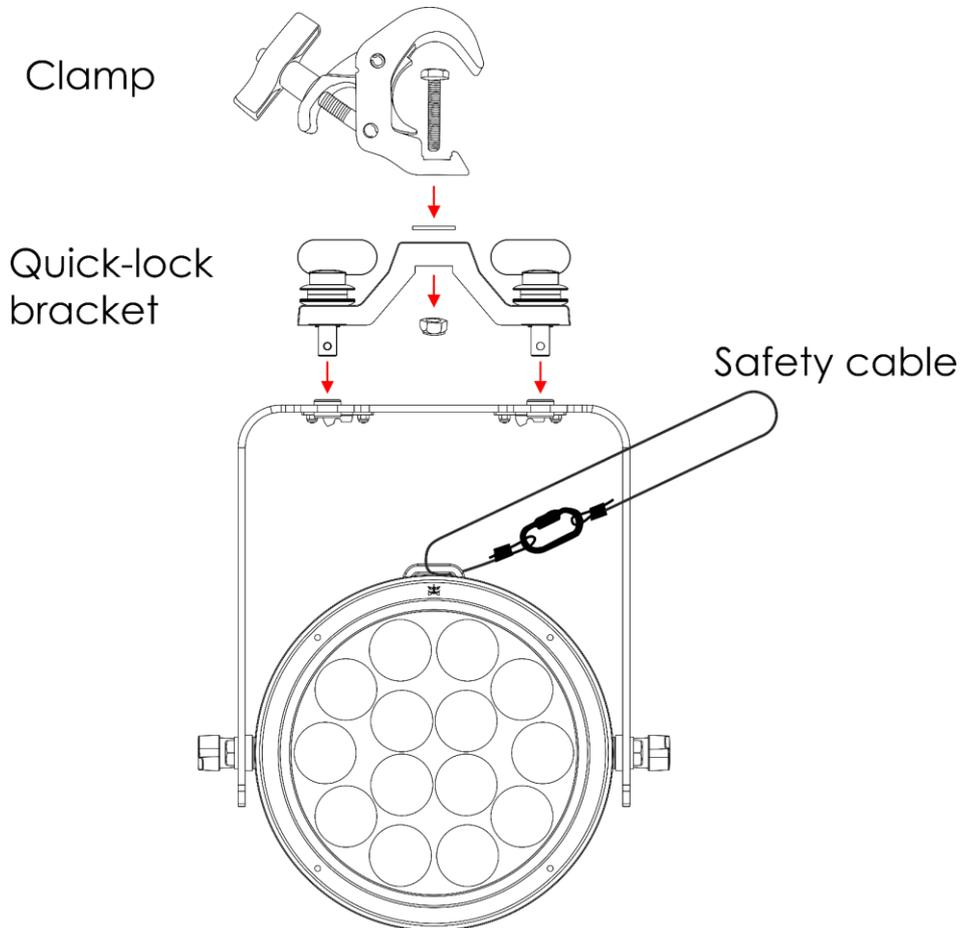

Abb. 05
- 01) Befestigen Sie die Quick-Lock-Halterung (Abb. 05).
- 02) Bringen Sie die Halbkupplung wie in Abb. 05 an. Verwenden Sie nur Halbkupplungen, die dazu geeignet sind, das Gerät an einer Traverse zu befestigen.
- 04) Sichern Sie das Gerät mit einer Sekundäraufhängung, z. B. einem Sicherheitskabel. Stellen Sie sicher, dass die Sekundäraufhängung das 10-fache Gewicht des Geräts tragen kann. Wenn möglich, sollte die Sekundäraufhängung unabhängig von der Primärhalterung an der Tragstruktur befestigt werden. Führen Sie das Sicherheitskabel durch den **Sicherheitsring (04)** wie in Abb. 05 gezeigt.